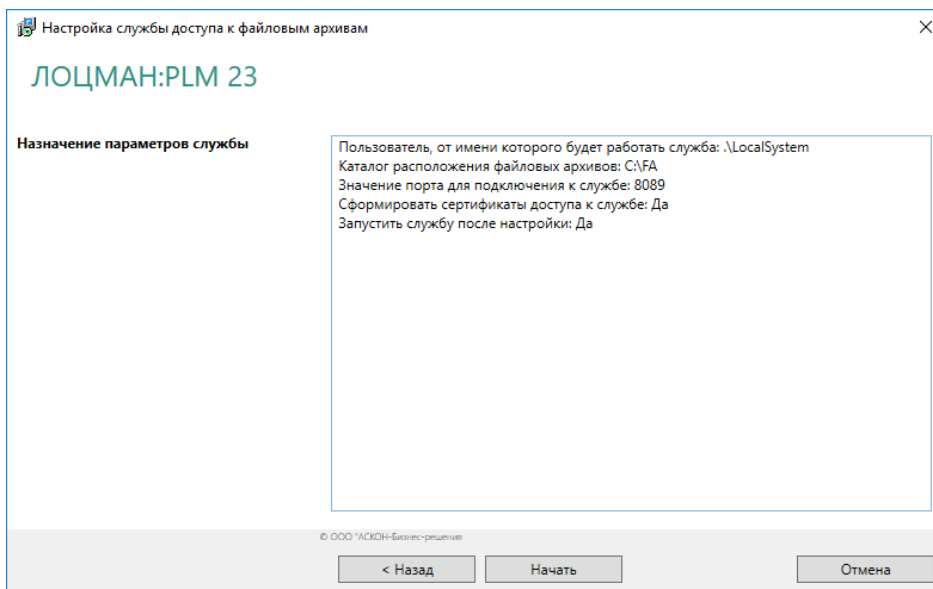

Рис. 4.33
8. В окне мастера будут отображены назначенные параметры (рис. 4.33). Нажмите кнопку **Начать**.